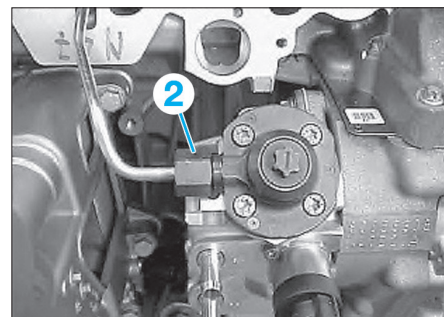

Fig. 56
- Défaire l'écrou-raccord (2) de la pompe haute pression (Fig.56).